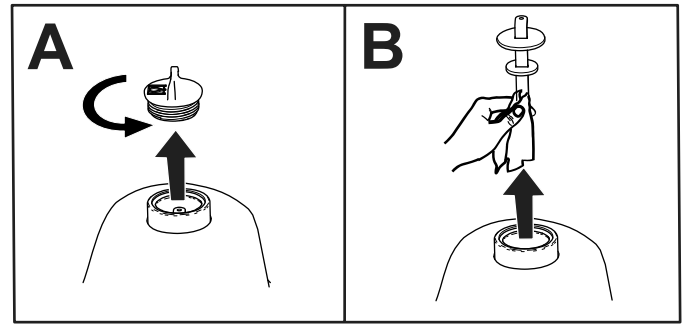

Figura 78
2. Retire el tapón del depósito hidráulico (Figura 78).
3. Retire la varilla del depósito hidráulico y límpiela con un trapo limpio (Figura 78).